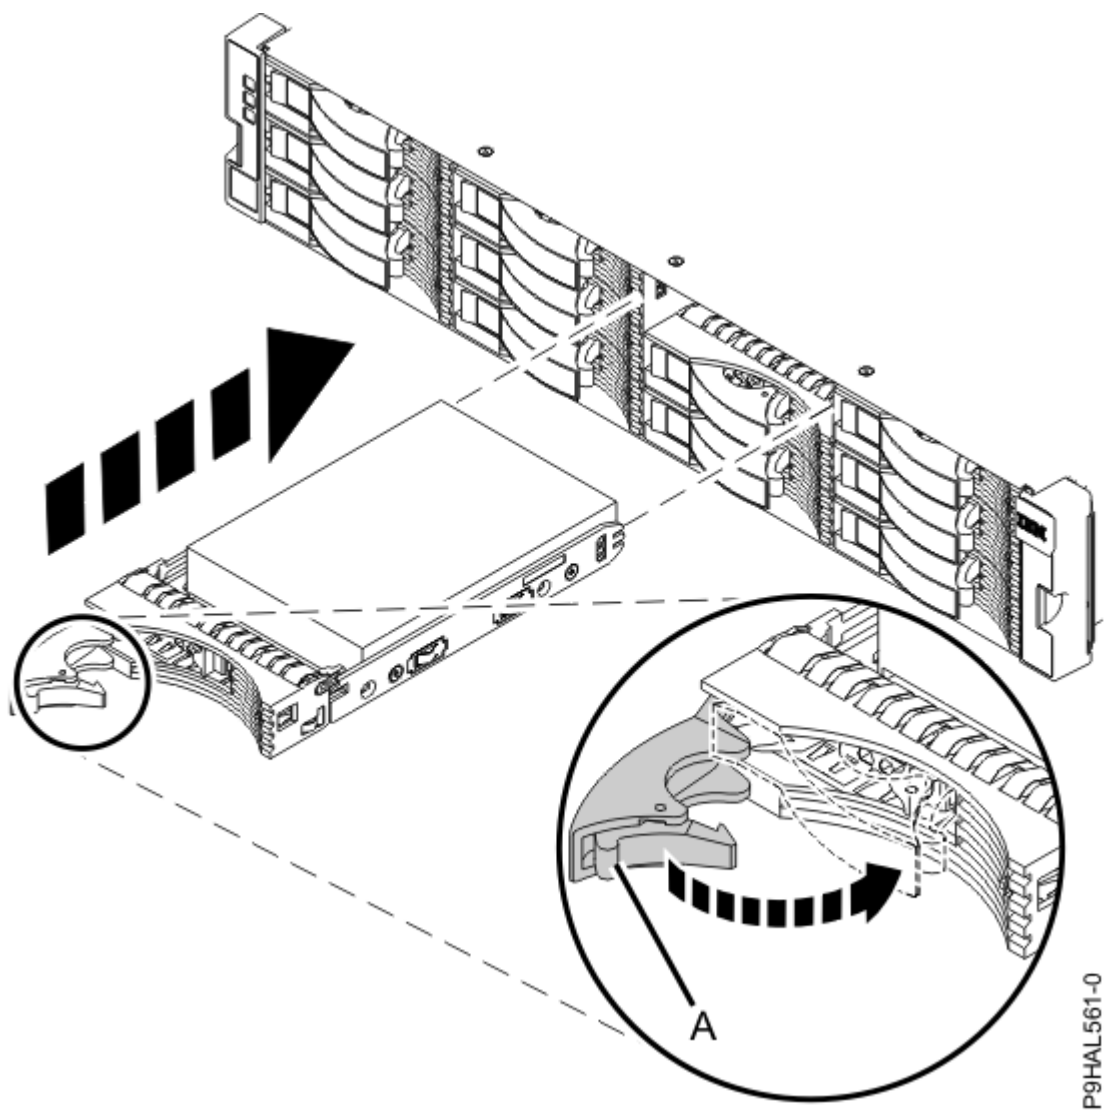
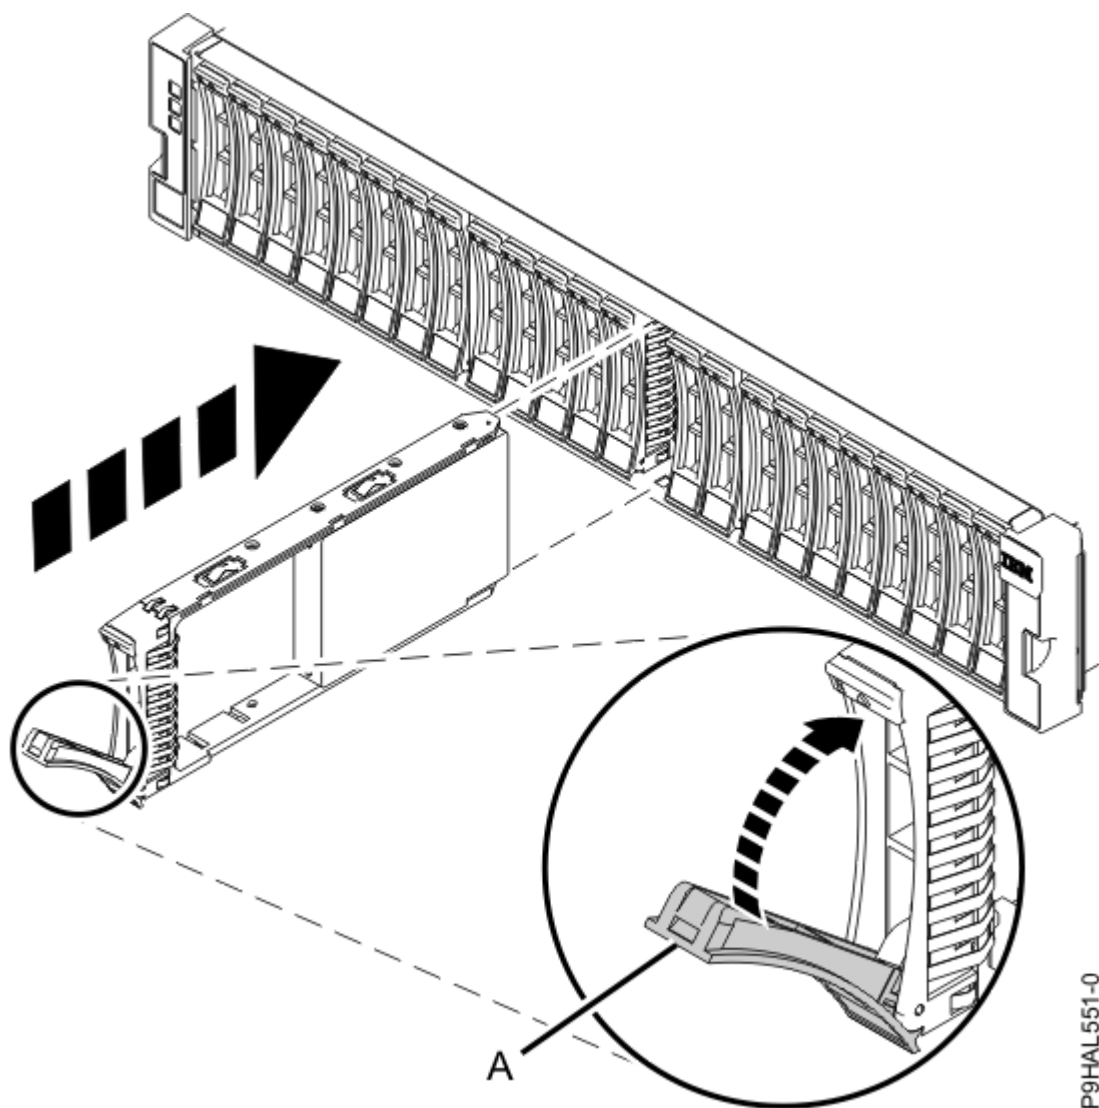

Figura 8. Instalarea unei unități în incinta de stocare ESLL
Figura 9. Instalarea unei unități în incinta de stocare ESLS
3. Cu mânerul în poziția de deblocare, țineți unitatea de partea de jos și aliniați-o cu șinele de ghidare din incintă. Vedeți Figura 8 la pagina 10 sau Figura 9 la pagina 11.